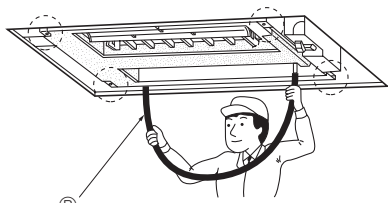

Fig. 2-8
- ① Rondelle ①
- ② Rondelle ② (avec isolation)
- ③ Distance jusqu'à la face supérieure du support
- ④ Attacher le panneau avant ici.
- ⑤ Faire en sorte que ces surfaces soient au même niveau (0 - 3 mm).
4. Vérifier si les quatre coins sont à niveau, à l'aide d'un niveau ou d'un tuyau en plastique transparent contenant de l'eau. (Fig. 2-8)